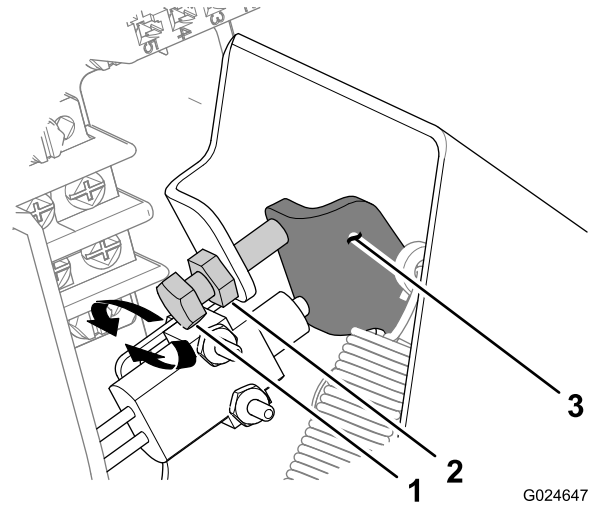

図 44
- A. アクセルペダルストップを固定しているジャムナットをゆるめる 図 44。
- 遊び距離を大きくしたい場合は、右回し 図 44。
- 遊び距離を小さくしたい場合は、左回し 図 44。
C. ジャムナットを締める 図 44。
D. ステップ 1 から 4 をもう一度行ってペダルの遊び距離を測定する 図 44。